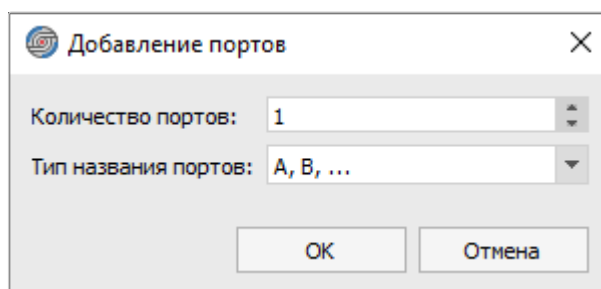

Рисунок 100. Диалоговое окно «Добавление портов»
- 3) В диалоговом окне «Добавление портов» задать количество добавляемых портов, а также тип автоматически присваиваемых им названий: численные, заглавные/строчные буквенные, латиница или кириллица (см. рисунок 100).